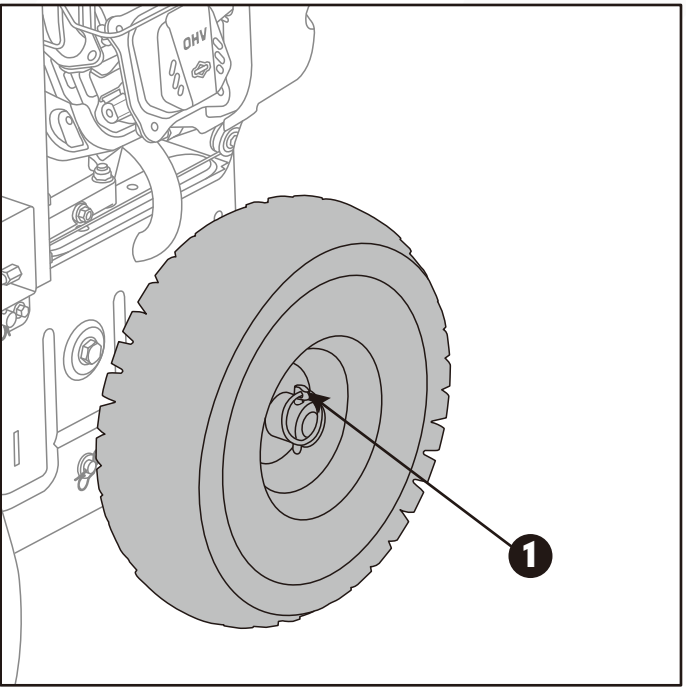

Figura 2C
- Vuelva a montar la rueda en el eje, asegure la rueda con el pasador del eje y pliegue el anillo alrededor del eje para mantenerlo en su lugar. (Figura 2C)